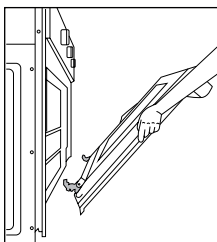

Fig. 21
- Tome la puerta con sus dos manos y hale hasta que salga, ver fig 21.